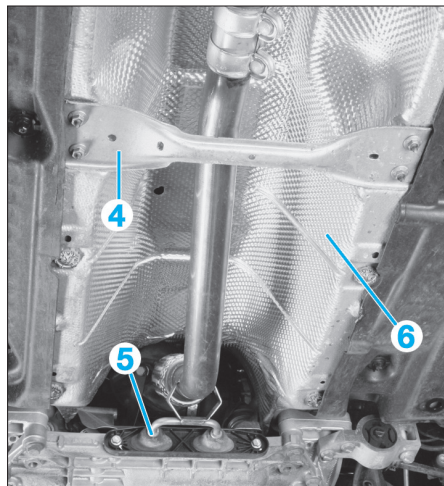

Fig. 12
- Déposer (Fig.12) :
- la traverse avant (4) du plancher,
- le support de catalyseur (5) et attacher le catalyseur en hauteur,